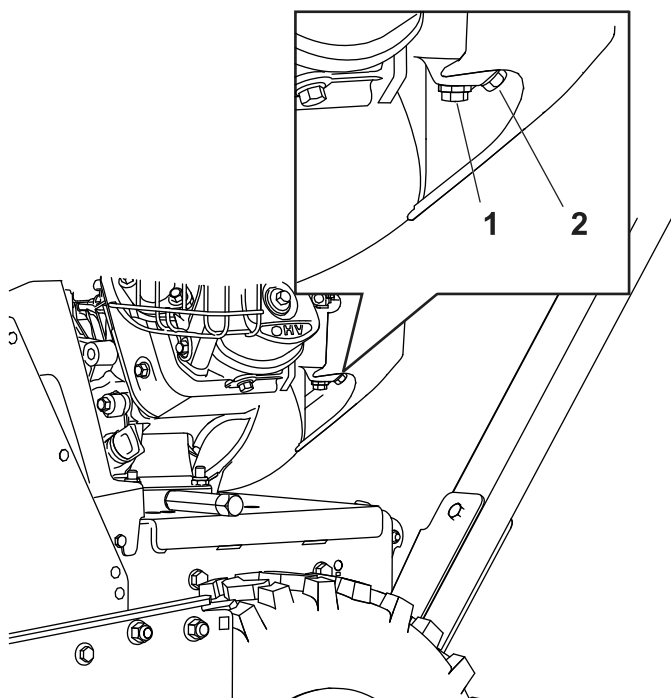

Bild 31
1. Suchen Sie die Ablassschraube im Seitenanschluss der Vergaserglocke (Bild 31).